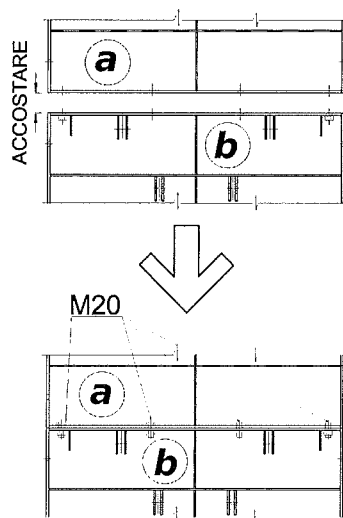

Fig.5
- Montare i bulloni M20 nelle posizioni indicate nei disegni esecutivi inserendo la vite nell'apposito foro serrandola con il dado fino ad ottenere l'aderenza migliore tra i lati (Fig.5, giunzione orizzontale).